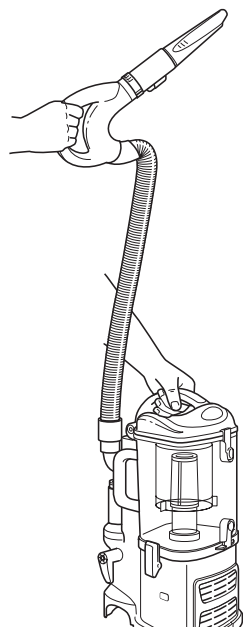

Fig. 15
- 4 Faites glisser l'interrupteur d'alimentation (« ON/OFF ») à la position « I » pour nettoyer des surfaces élevées et tenez la poignée d'une main tout en transportant l'aspirateur portatif *Lift-Away*^{MC} de l'autre main pour vous déplacer dans toutes les pièces. (Fig. 15)